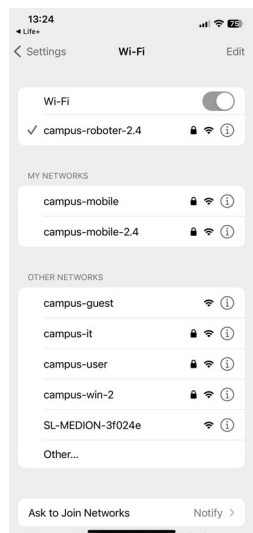

Fig. 8
- ▶ Sul proprio smartphone/tablet, selezionare la rete del robot aspirapolvere e lavapavimenti sotto la voce **AVAILABLE NETWORKS** (fig. 8).